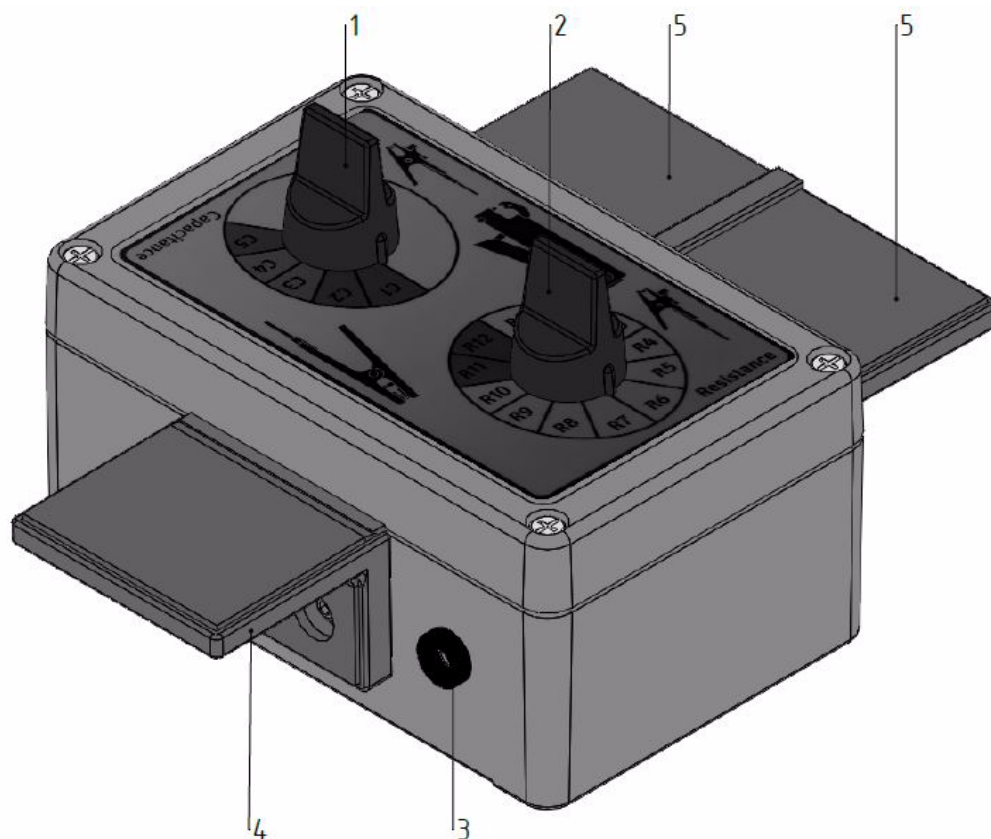

Fig. 1 :
- Le cordon de mesure (terre fonctionnelle) doit être raccordé de manière sûre d'une part à la terre / masse à l'aide de la pince crocodile et d'autre part dans la prise (Fig. 1, pos. 3) du TERRA-TU.